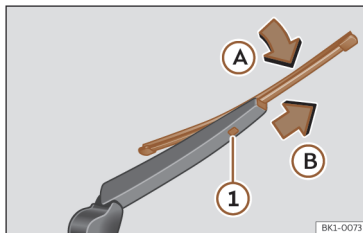

Fig. 164 Substituição da escova do vidro traseiro.
- Rode ligeiramente a escova >>> **Fig. 164** (seta **A**).